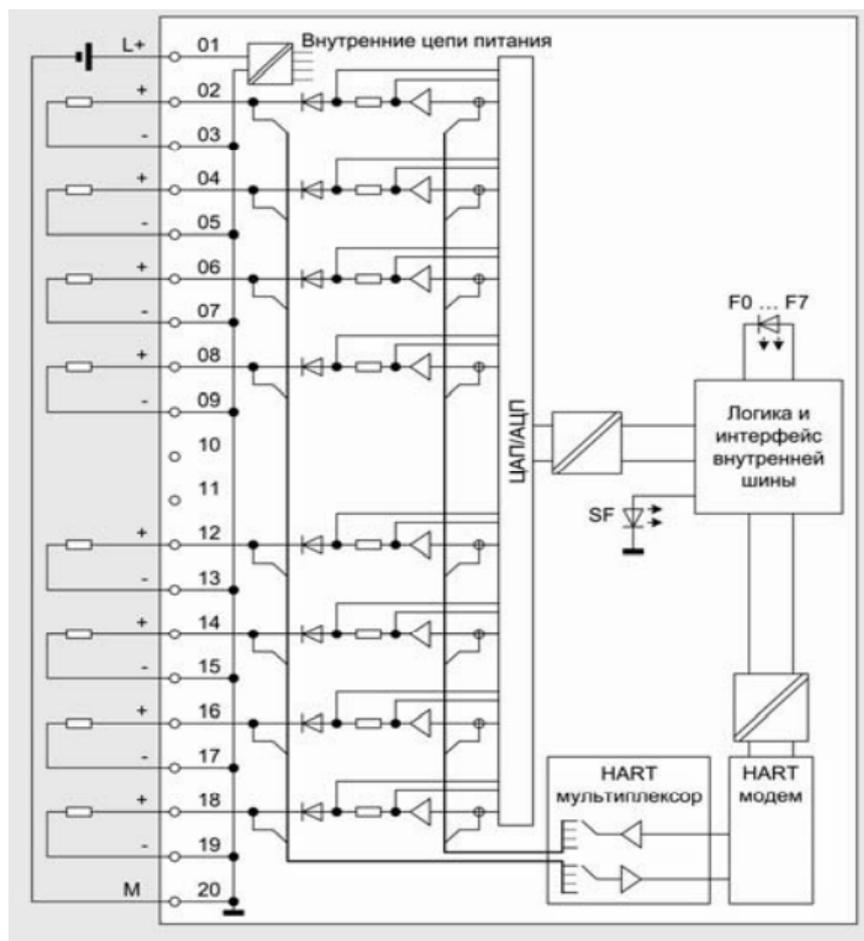

Рисунок 29. Принципиальная схема СБПУ.426435.201
*Модули аналогового вывода, АО 8 HART (СБПУ.426435.201) (рис. 29)*